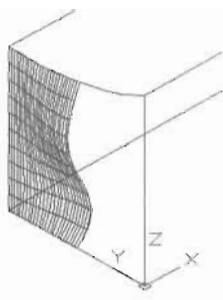

图 13-121
(5) 执行“绘图>建模>网格>边界网格”菜单命令, 绘制如图 13-121 所示的曲面, 命令执行过程如下。